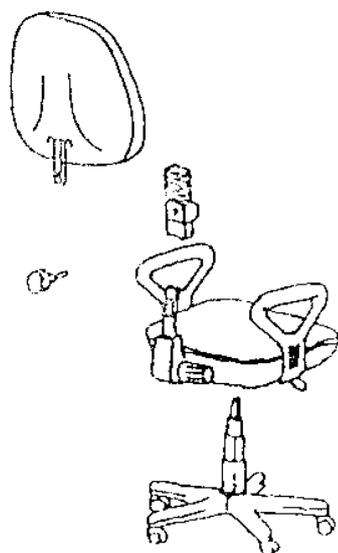

Рис. 13. Установка сидения и спинки
Сидение (6) соединяется с газовым патроном (3), затем на кронштейн спинки (10) надевается чехол (7) и закрепляется задним винтом регулировки (9) (рис. 13.).